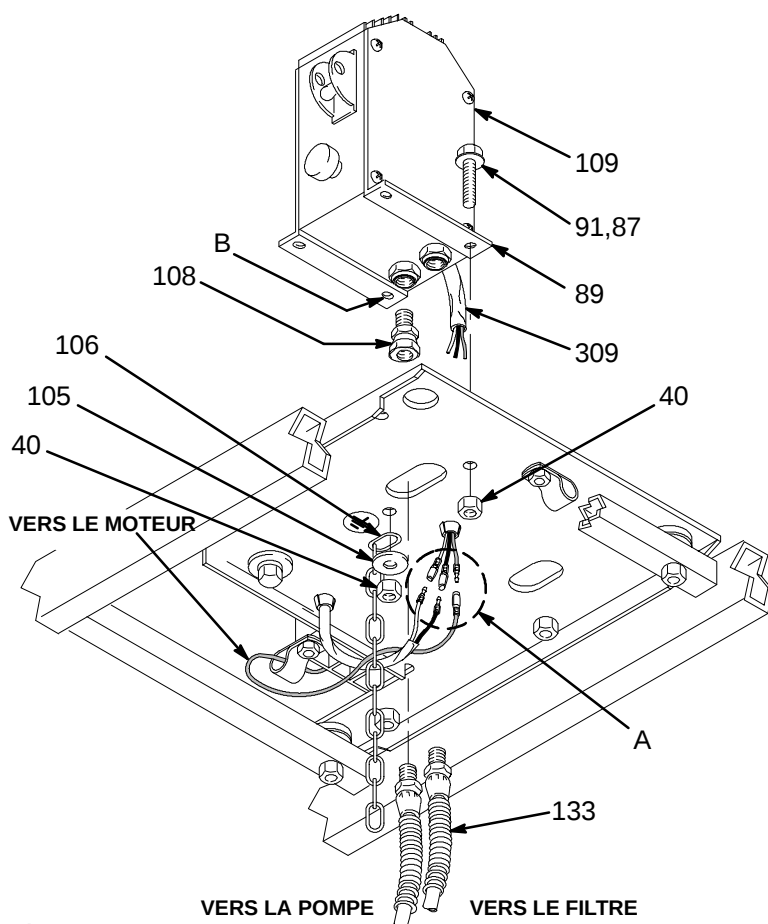

Fig. 30
1. Débrancher les deux flexibles (133) au niveau des raccords union tournants (108) de la commande de pression. Noter l'emplacement d'origine de chaque flexible pour être sûr de le déclencher au bon endroit à la fin de la présente procédure. Voir Fig. 30.
2. En passant par-dessous la plaque de montage du moteur sur le chariot, débrancher les fils de la commande de pression au point **A**. Ôter les quatre écrous (40) et les autres éléments de boulonneries des vis à tête (91 & 87).
3. Déposer les capots (89) de la commande de pression. Voir Fig. 30.
- Fil de terre (308) branché à l'intérieur de la commande de pression;
- Chaîne de mise à la terre (106) connectée au moyen de la longue vis de montage (87) de la commande de pression.
6. Remonter la commande de pression dans l'ordre inverse de son démontage. Engager la longue vis de montage (87) de la commande de pression dans le trou **B**. Par le dessous de la plaque de montage (25) monter la chaîne de mise à la terre (106), la rondelle (105) et l'écrou (40) sur la vis. Voir Fig. 30.